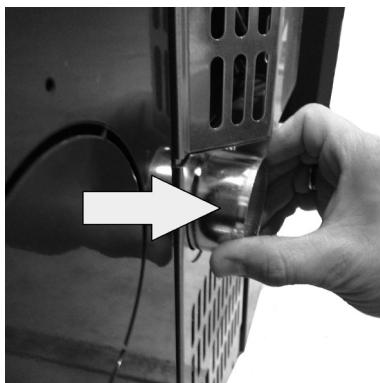

Fig. 13 - Faza 2
- Izvlecite cev 2 cm (glej **Fig. 13**).